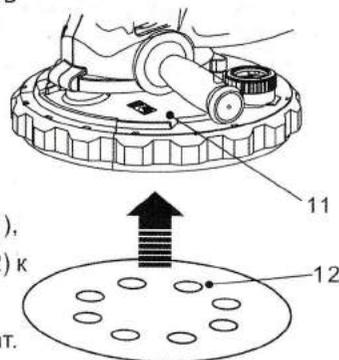

Рис.2
- > Приложите шаблон с отверстием наждачной бумаги (12) к отверстию в плите основания (11), прежде чем закреплять наждачную бумагу (12) к плите основания, чтобы обеспечить эффективный отбор пыли и хороший результат.
- > Слегка прижмите наждачную бумагу (12), чтобы закрепить ее на плите основания (11) (Рис. 2).